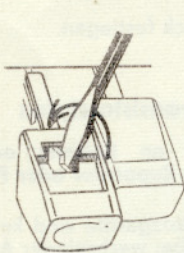

Fig. 8
1. Mit einem Schraubenzieher die in den Schlitz greifende Lasche nach Fig. 8 nach links drehen.